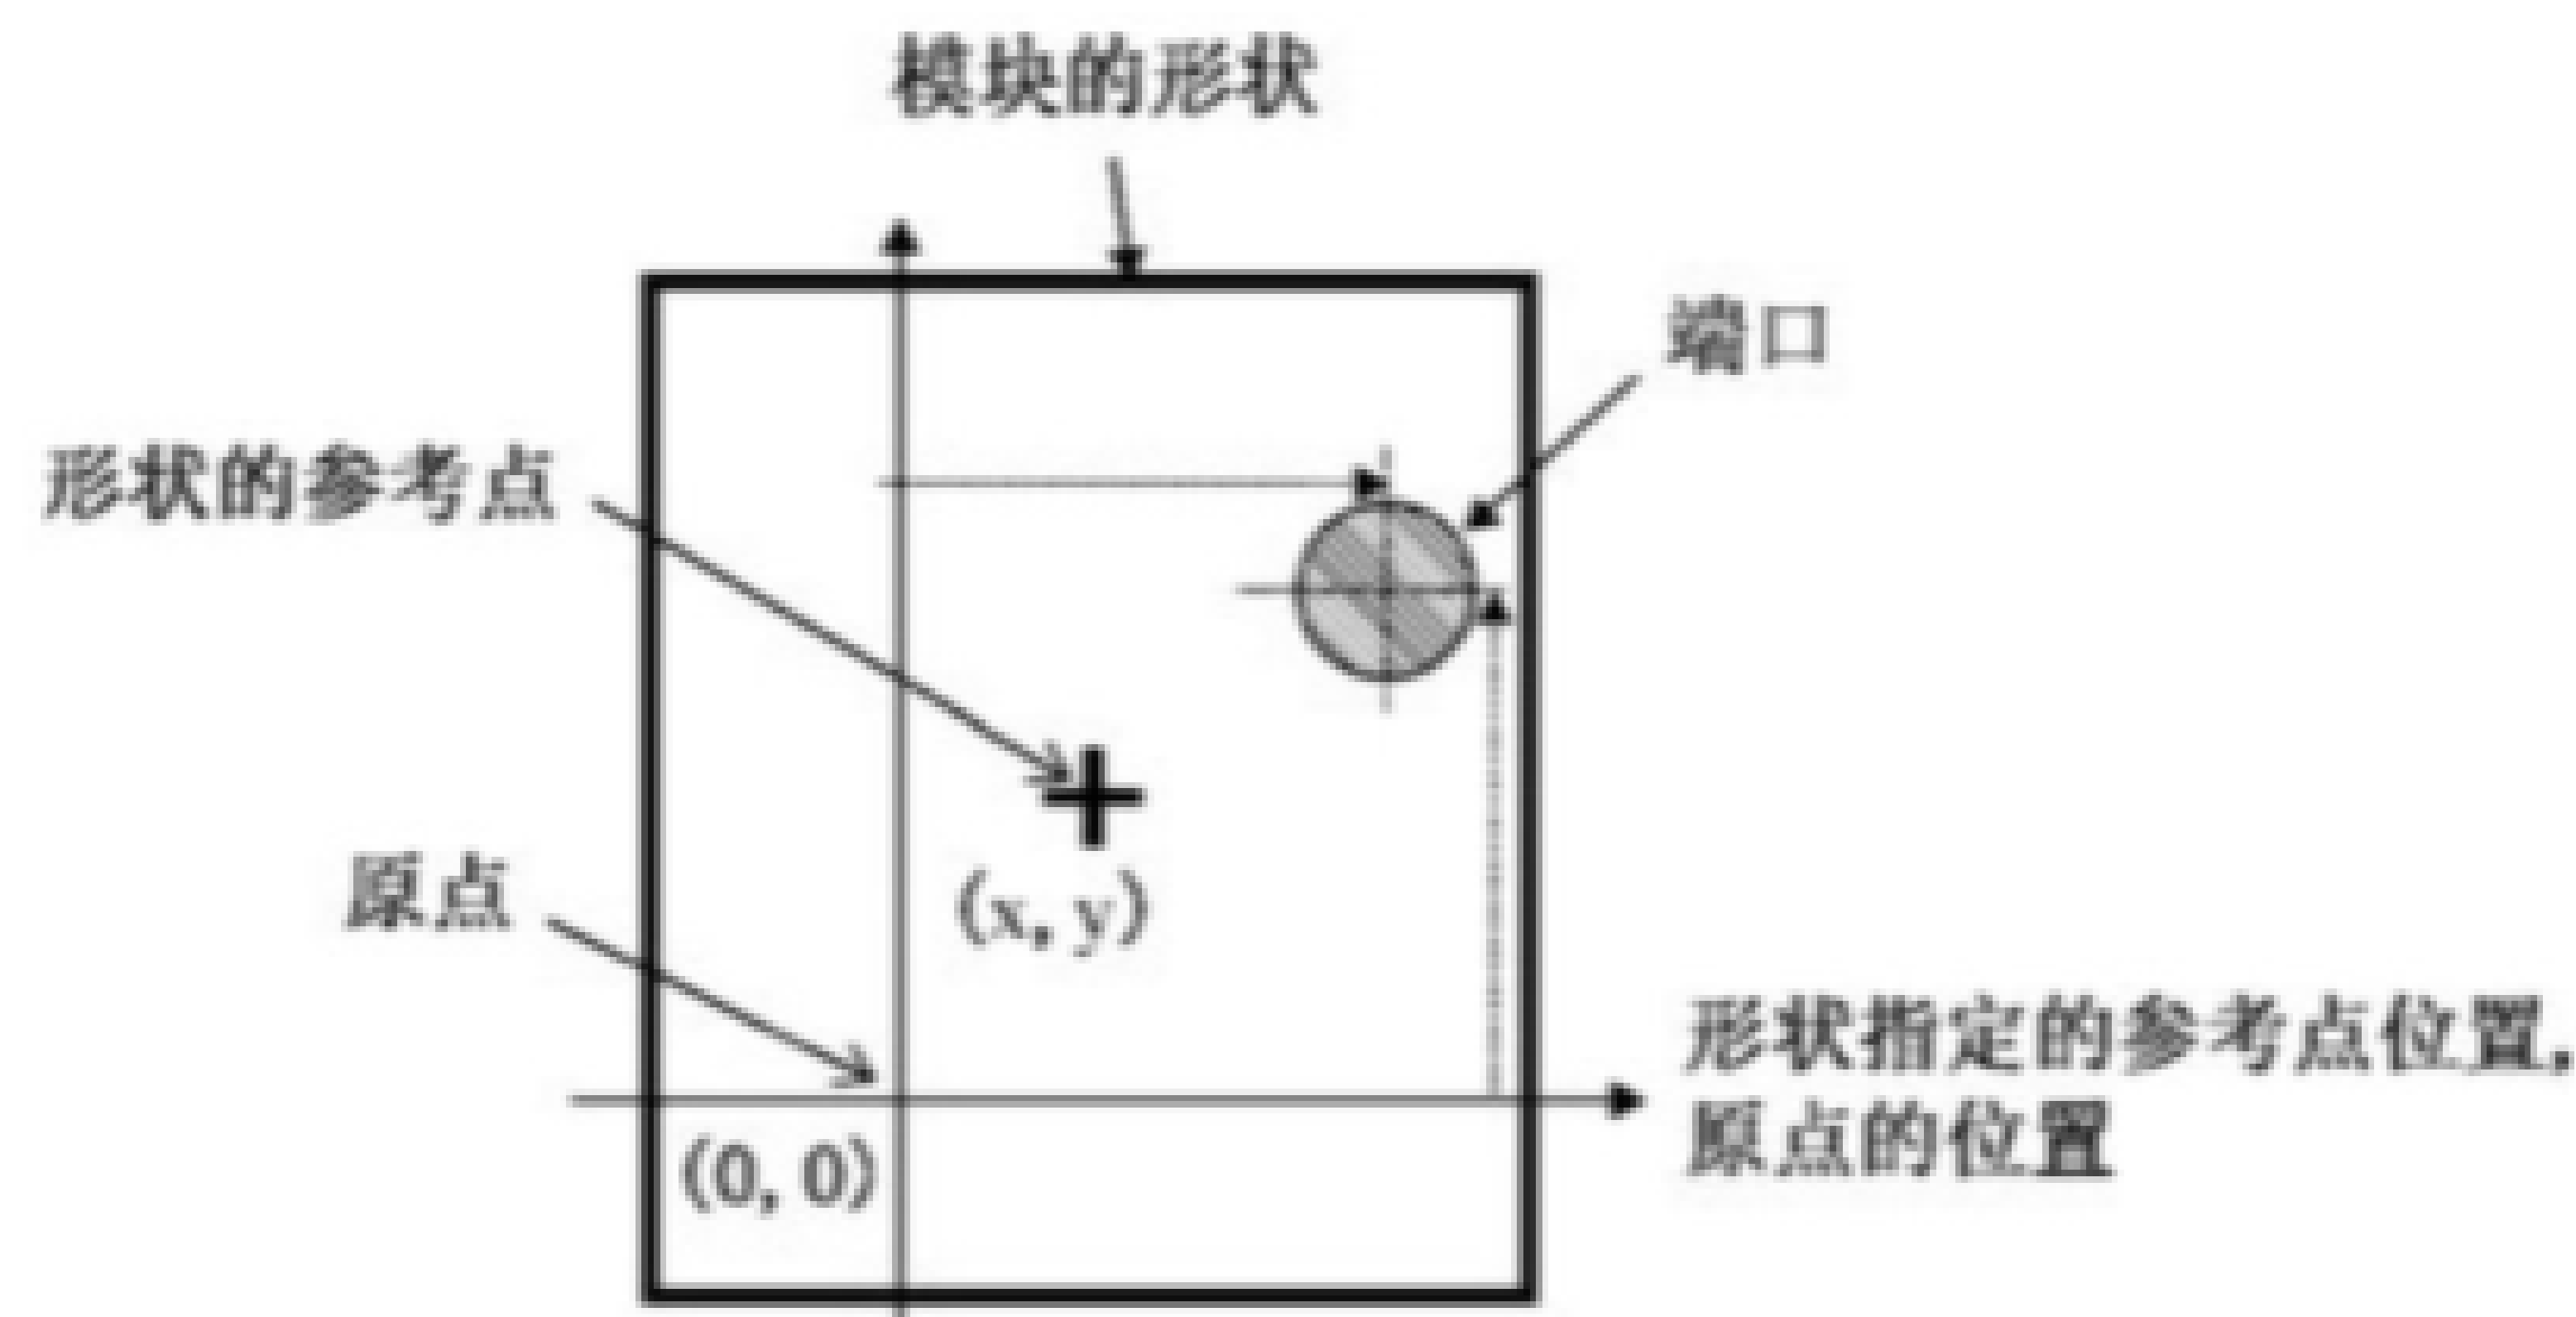

图 18 组件的形状和布局示例
- d) x/y:此属性定义形状相对于原点的参考点位置。x 和 y 属性分别指定 x 坐标和 y 坐标,组件放在指定的点上(参见图 18),如果未定义这些属性,则将零设置为默认值,坐标的单位由<unit>语句中的<distance>语句定义。